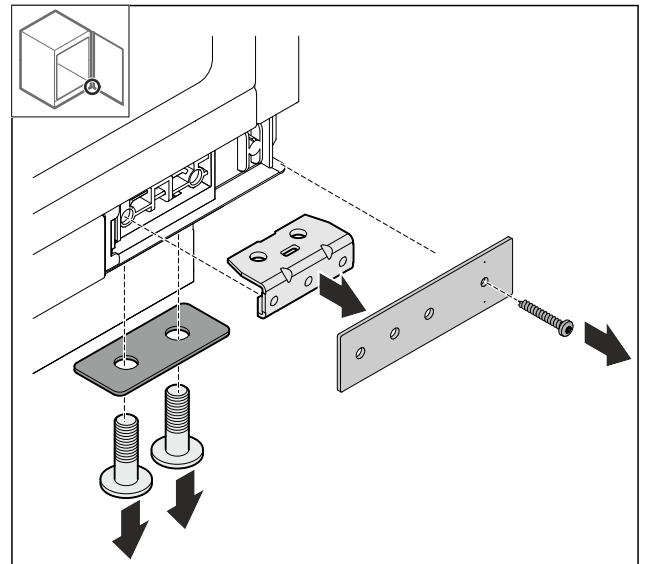

Fig. 40
- ▶ Winkel Fig. 40 (2) demontieren.